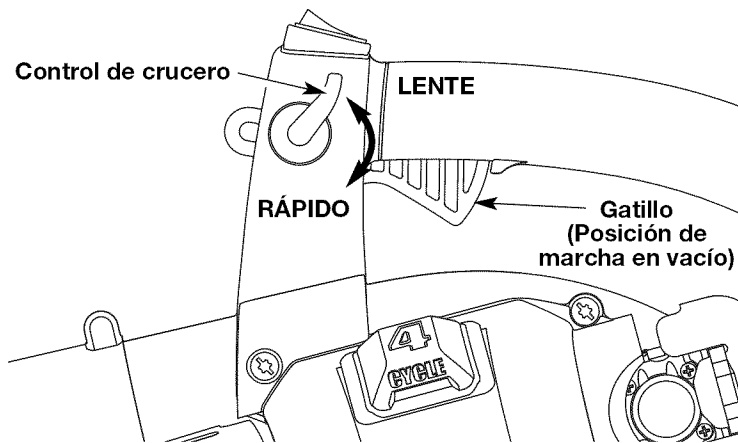
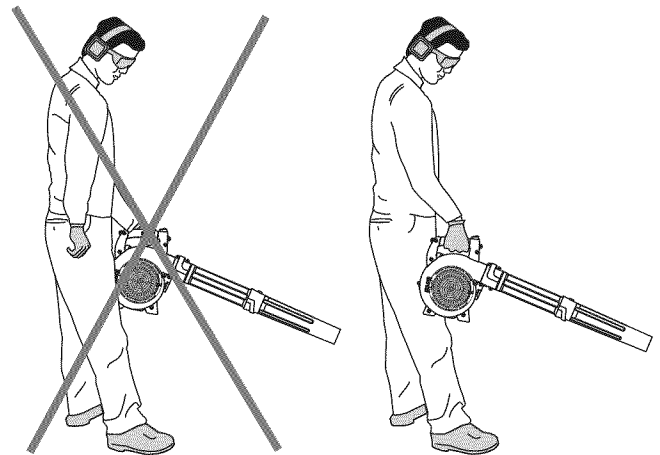

Fig. 14
Fig. 15
**ADVERTENCIA:** Evite los arranques accidentales. Colóquese en posición de inicio cuando tire de la cuerda de arranque (Fig. 15 o 16). El operador y la unidad deben estar en una posición estable al arrancar la unidad para evitar graves lesiones personales.
1. Una vez que el motor haya arrancado y esté caliente, oprima el gatillo para acelerar la unidad según sea necesario (Fig. 14).
2. Para períodos de funcionamiento más prolongados y para eliminar la posibilidad de fatiga en el dedo, mueva el control de crucero de velocidad variable hacia la posición RÁPIDO para aumentar poco a poco o mantener la velocidad del motor de la unidad (Fig. 14). Cuando se oprima el control de crucero de velocidad variable, el gatillo retrocederá hacia la manija.
3. Para disminuir la velocidad del motor, mueva el control de crucero de velocidad variable hacia la posición LENTO y el gatillo regresará a la posición de marcha en vacío (Fig. 14).
- **Sujete la sopladora con la mano derecha.** Cuando la unidad esté funcionando, no se pare en el lado derecho de la sopladora (Fig. 14). Si lo hace, bloqueará la entrada de aire y ello afectará el funcionamiento de la unidad. Párese, por el contrario, sobre el lado izquierdo de la unidad para aumentar al máximo la eficiencia de la unidad (Fig. 15).